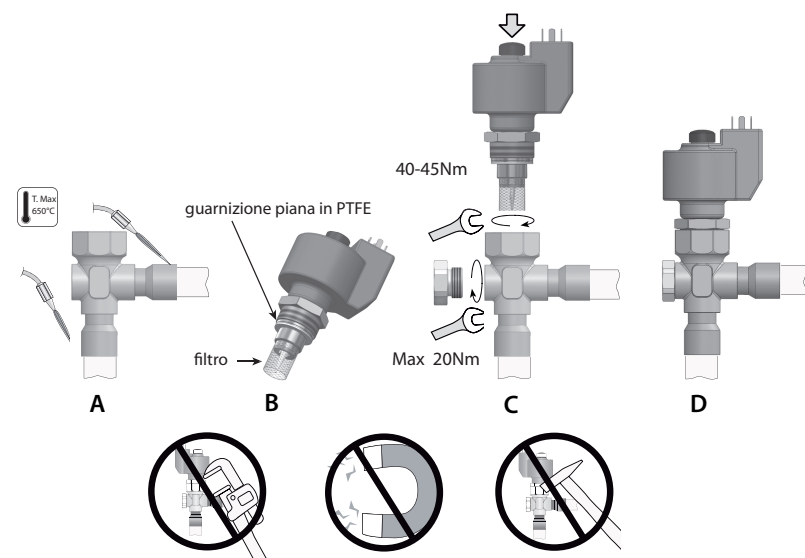

Fig.2
Le valvole E2V-S devono essere saldate al circuito mediante brasatura dei raccordi in rame ai tubi di uscita condensatore (IN) e di ingresso evaporatore (OUT). Seguire la successione indicata in Fig. 2 procedendo in questo modo:
2. Procedere alla saldatura orientando la fiamma verso l'estremità dei raccordi come da Fig. 2-A (per una migliore brasatura senza alterare la tenuta della zona di saldatura tra corpo e raccordi utilizzare lega con temperatura di fusione inferiore a 650 °C o con tenore di argento superiore del 25 %).
4. Verificare che la guarnizione piana in PTFE sia presente e posizionata in sede (Fig. 2-B). In caso contrario, prelevare dalla confezione una guarnizione piana e inserirla nella cartuccia dalla parte della bocca in ottono.
5. Verificare che il filtro in rete metallica sia inserito sulla bocca di ottone (Fig. 2-B). In caso contrario, posizionarlo come in figura e portarlo in battuta. **Attenzione! Utilizzare il filtro solo in mono-direzionale con ingresso del fluido dal raccordo laterale. In caso di utilizzo della valvola in direzione contraria, prevedere apposito filtro nel circuito, togliendo quello fornito.**
6. Avvitare nel corpo valvola la cartuccia in acciaio sull'apposito alloggiamento filettato con una chiave a forchetta da 24. Serrare la cartuccia sul corpo valvola con una coppia di serraggio suggerita di 40-45 Nm (Fig. 2-D).
The E2V-S valves must be joined to the circuit by braze welding the copper fittings to the condenser outlet (IN) and evaporator inlet (OUT) pipes. Proceed as indicated in Fig. 2:
2. Weld by aiming the flame at the ends of the fittings as shown in Fig. 2-A (for better braze welding without affecting the seal of the welded area between the body and the fittings, use alloys with a fusion temperature less than 650 °C or with a silver content above 25%);
4. Make sure that the PTFE flat gasket is present in its seat (Fig. 2-B). Otherwise, take a flat gasket from the packaging and place it in the cartridge from the side of the brass bushing.
5. Make sure that the metal mesh filter is inserted on the brass bushing (Fig. 2-B). Otherwise, position it as shown in the figure and make sure it's properly in place. **Warning! Only use the one-way filter with fluid inlet from the connection side. If using the valve in the opposite direction, install a special filter in the circuit, removing the one supplied.**
6. Tighten the steel cartridge in its threaded socket on the valve body using a 24 mm spanner. Tighten the cartridge on the valve body to a recommended tightening torque of 40-45 Nm (Fig. 2-D). For faster valve assembly, do not remove the motor from the cartridge. **Warning! If the threaded rod comes completely out of the cartridge, proceed as follows:**